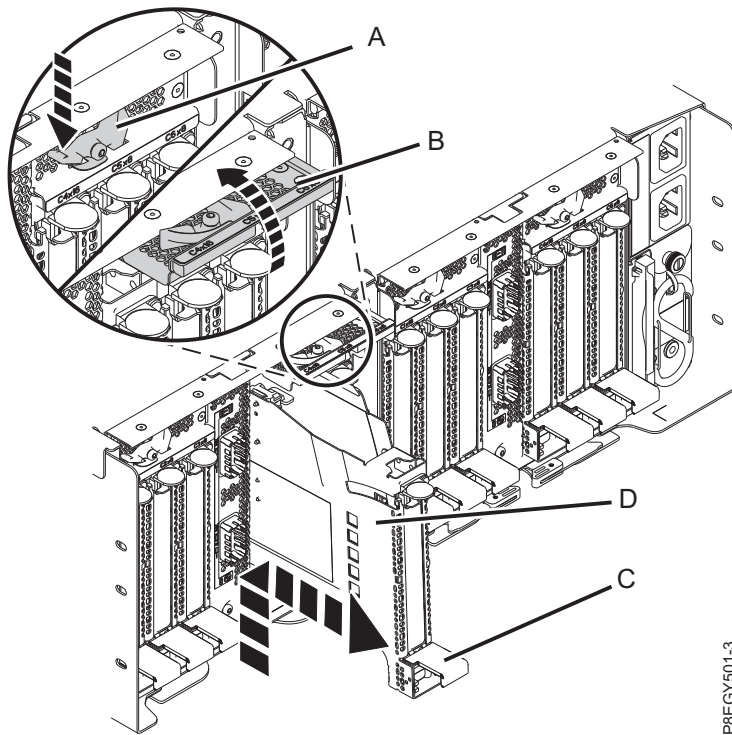

Abbildung 95. PCIe-Adapterkassette aus dem Einschub für PCIe3-Erweiterungen ausbauen
- a. Drücken Sie den Verriegelungshebel (A) am Zielsteckplatz (siehe Abb. 95 auf Seite 94). Dadurch wird die Verriegelungsklappe nach oben in die geöffnete Position geschwenkt. Siehe (B) in Abb. 95 auf Seite 94.
- b. Heben Sie den Kassettengriff (C) an und ziehen Sie die Kassette (D) aus ihrem Steckplatz (siehe Abb. 95).